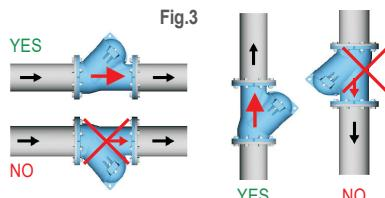

Fig.3
- Respectez le sens de montage à l'aide de la flèche sur le corps. Fig.3
- Follow the direction of assembly using the arrow on the body. Fig. 3
- Observe el sentido de montaje mediante la flecha del cuerpo. Fig. 3
- Соблюдайте направление потока среды по стрелке на корпусе клапана. Fig. 3
- Bemerken Sie die Montagerichtung mit dem Pfeil auf dem Körper. Fig.3
- Let op de montagerichting met behulp van de pijl op de behuizing. Fig.3
- Respeitar o sentido de montagem das válvulas verificando a seta no seu corpo - Fig.3